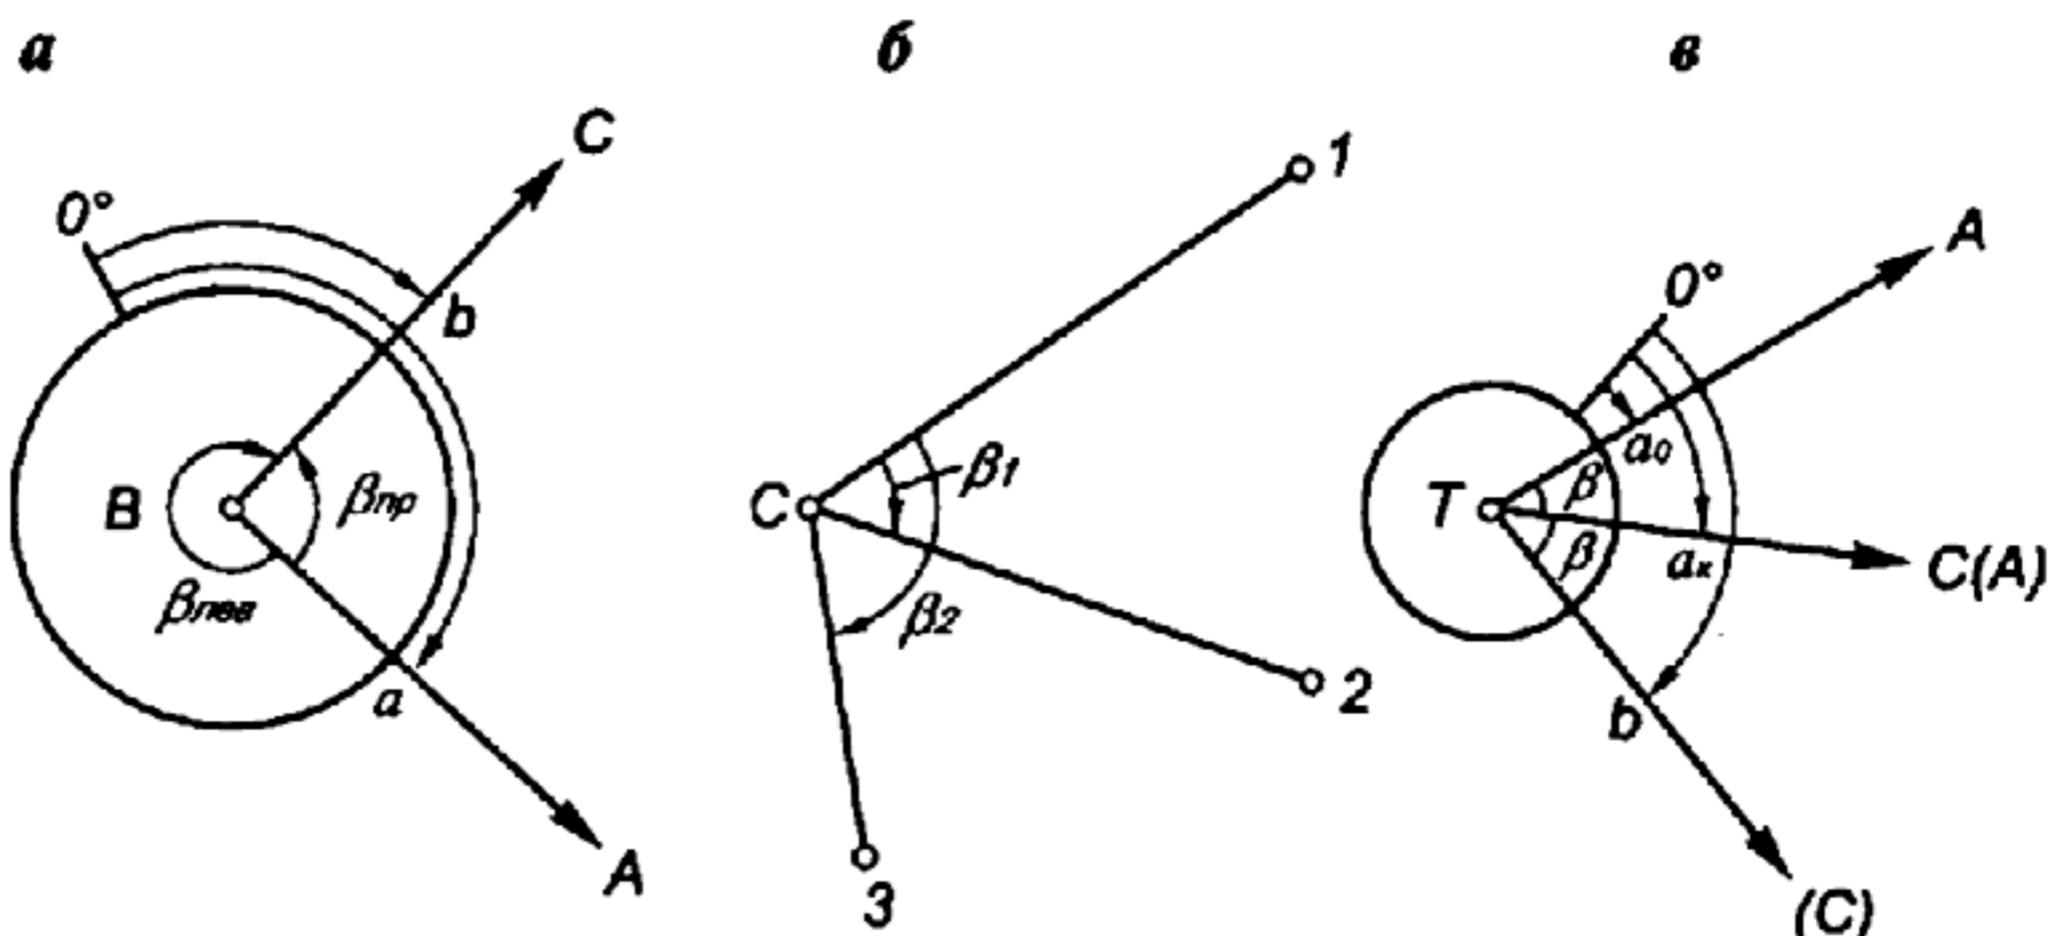

Рис. 8. Способы измерения горизонтальных углов.
3. **Способ повторений.** Сущность способа заключается в последовательном откладывании на лимбе несколько раз величины измеряемого угла  $\beta$  (рис. 8-в).